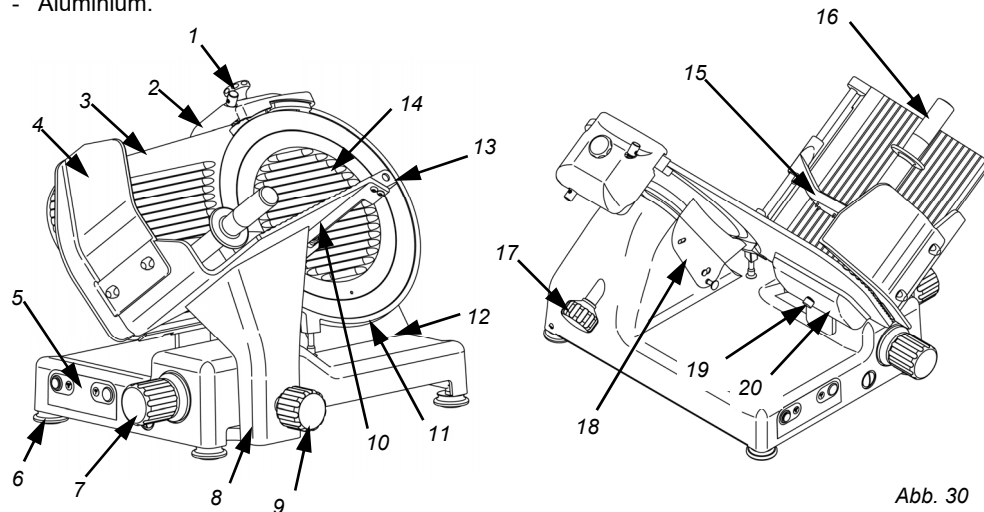

Abb. 30
- Kontrollieren, ob die Maschine ausschaltet, wenn man den Zugstab der Schneideblatt- abdeckung (Abb.30) abschraubt.